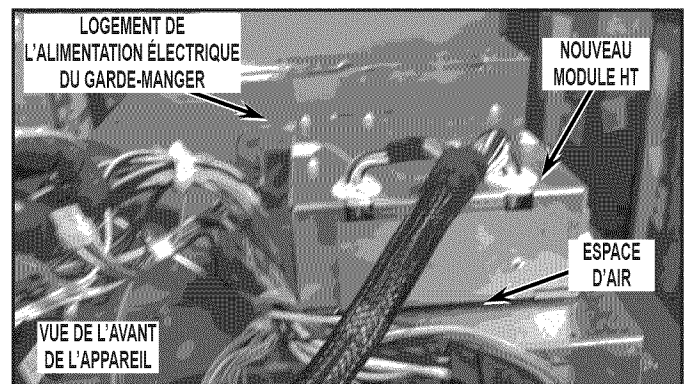

FIGURE 10
12. Placer le nouveau module HT à côté du logement de l'alimentation électrique du garde-manger. Le nouveau module HT ne sera PAS vissé. Voir *Figure 10*.